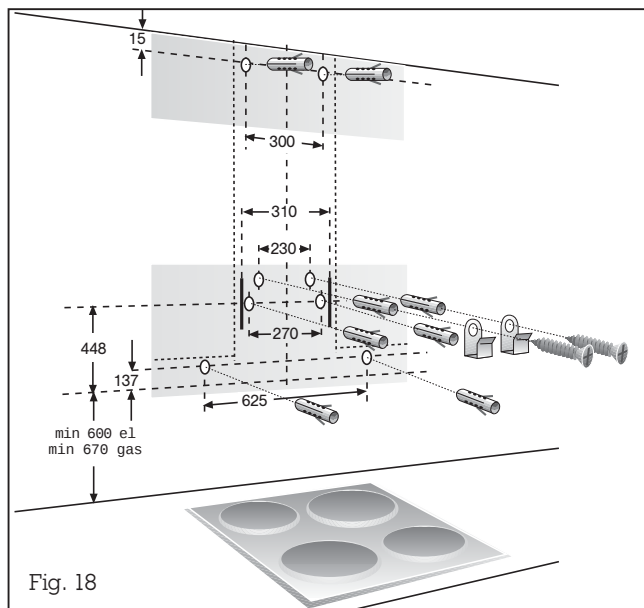

Fig. 18
- Markera med hjälp av en bormall var skruvarna ska sitta i väggen. Rita konturerna av upphängningsområdet. Detta underlättar upphängningen (fig. 18).